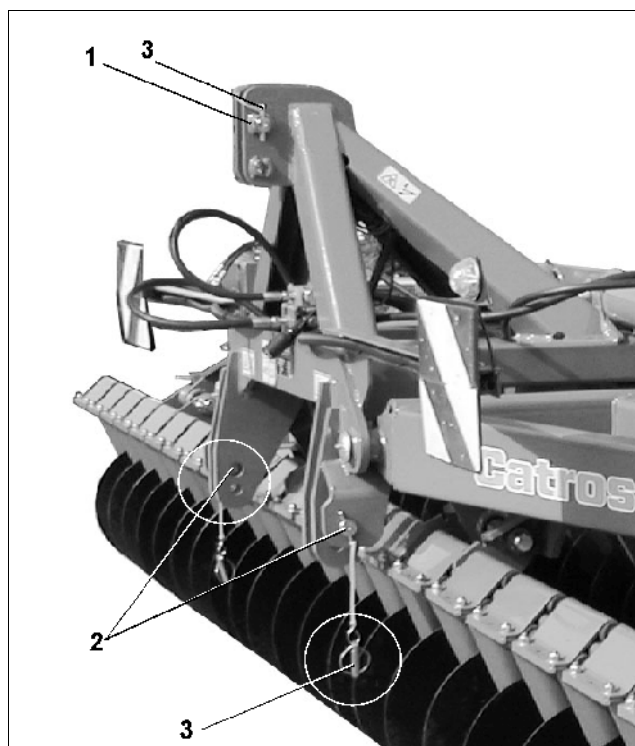

Fig. 10
- Traktorens lift arme monteres med splitbolten (Fig. 10/2) og sikres med ringsplitter (Fig. 10/3).
- Topstangen monteres med splitbolten (Fig. 10/1) til det øverste tilkoblingspunkt på maskinen og sikres med en ringsplit (Fig. 10/3).